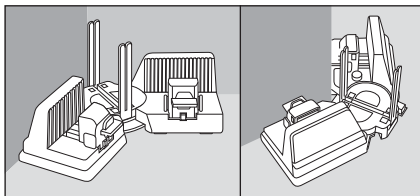

Fig. 4
- ◆ Coloque o produto num canto, para medir um ângulo interior ou exterior. Os braços móveis **1** têm de ficar uniformemente encostados à parede (ver fig. 4).